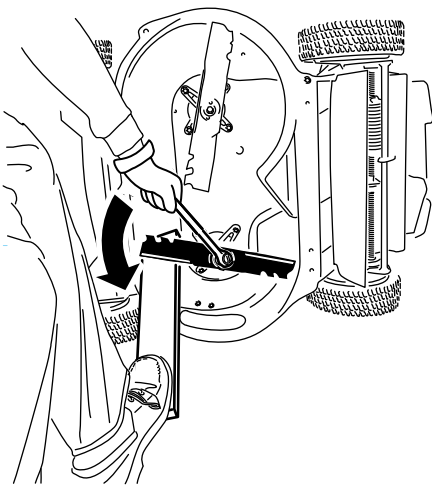

Figura 43
- Utilice un bloque de madera para inmovilizar cada cuchilla y gire el perno de la cuchilla en el sentido contrario a las agujas del reloj, como se muestra en la Figura 43.